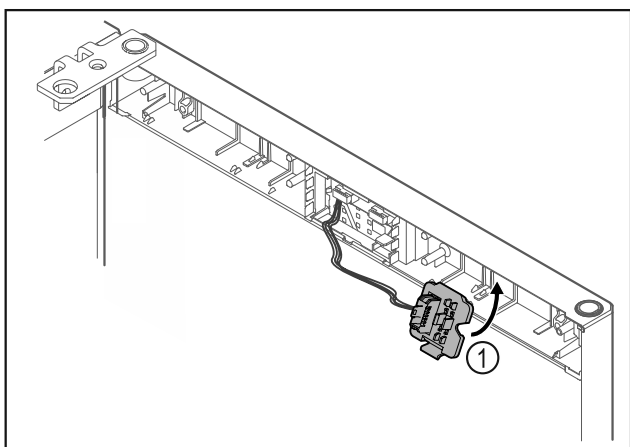

Fig. 23
- Mbërtheni mbajtësen e spinës Fig. 23 (1) në anën tjetër.